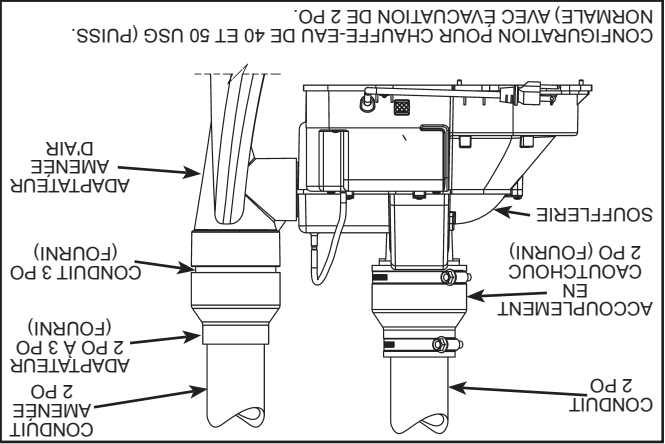
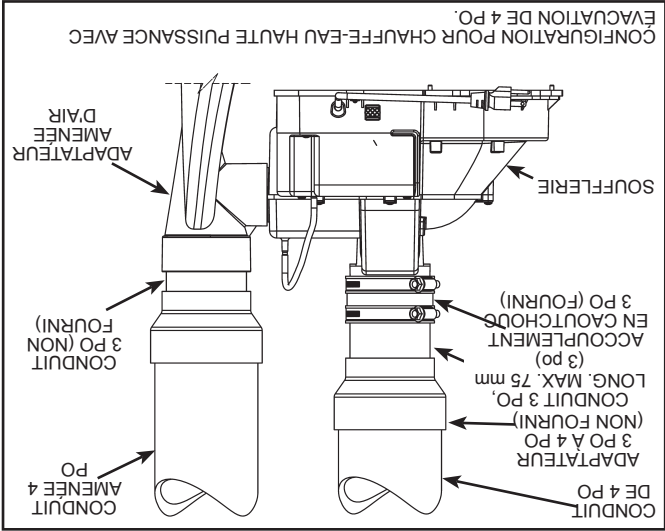

Figure 30
Figure 34
4. Assurez-vous que le tube de plastique reliant le pressostat au boîtier de la soufflerie est bien en place et qu'il n'est pas pincé ou plié, ce qui restreindrait le passage de l'air (voir Figure 30 à Figure 34).
- Important:** ces raccords doivent être étanches afin d'éviter que des produits de combustion ne se retrouvent dans l'air ambiant, voir Figure 30 à Figure 34.